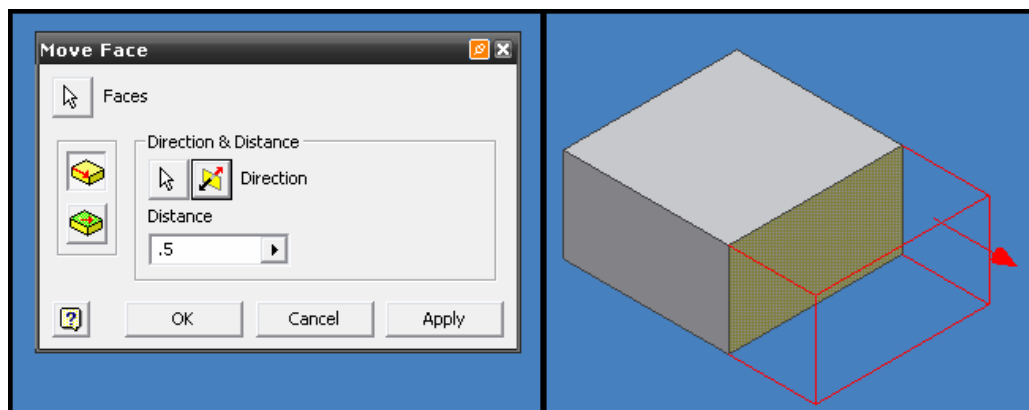

Figura 3.54 Vista previa de la ampliación de un solido usando MOVE FACE.
- Pulse OK para finalizar, figura 3.54.